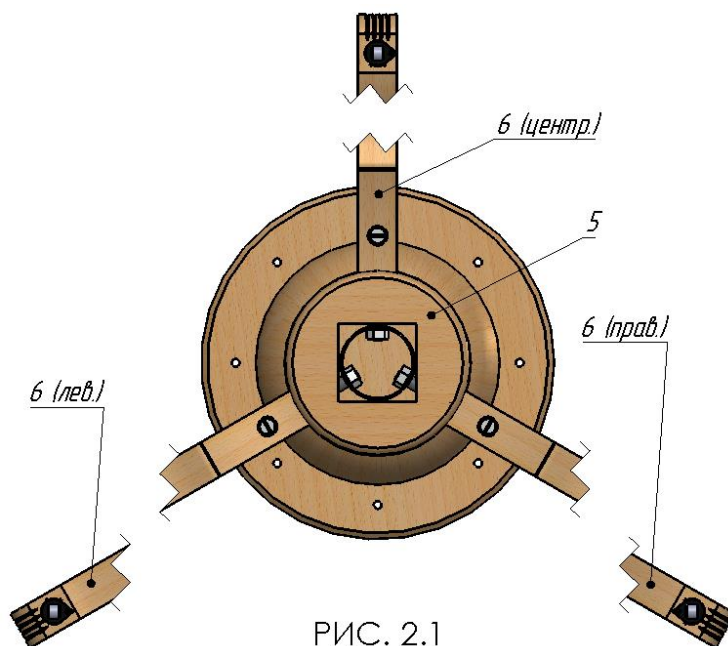

РИС. 2.1
А. Вставить бочонок (11) в отверстие опоры (6) так, чтобы его резьбовое отверстие совпало с отверстием под шпильку (9). **Б.** Вставить шпильку (9) в отверстие опоры (6) и вернуть на несколько оборотов в резьбовое отверстие бочонка (11). **В.** Вставить шкант (10). Повторить данные шаги для всех опор. **Г.** Вставить кольцо металлическое (7) в нижнюю часть полости ноги (5) так, чтобы 3 отверстия кольца (7) совпали с 3 нижними отверстиями ноги (5). **Д.** Соединить опоры (6) с ногой (**согласно схеме размещения опор на Рис.2.1 !!!**), вставив выступающие части шпилек (9) и шкантов (10) в отверстия ног так, чтобы шпильки (9) попали в отверстия кольца металлического (7). **Е.** Закрепить шпильки (9) изнутри кольца металлического (7) гайками (12), не затягивая до конца. Затем равномерно затянуть все гайки (12). Повторить данные шаги для оставшихся ноги (5) и опор (6).